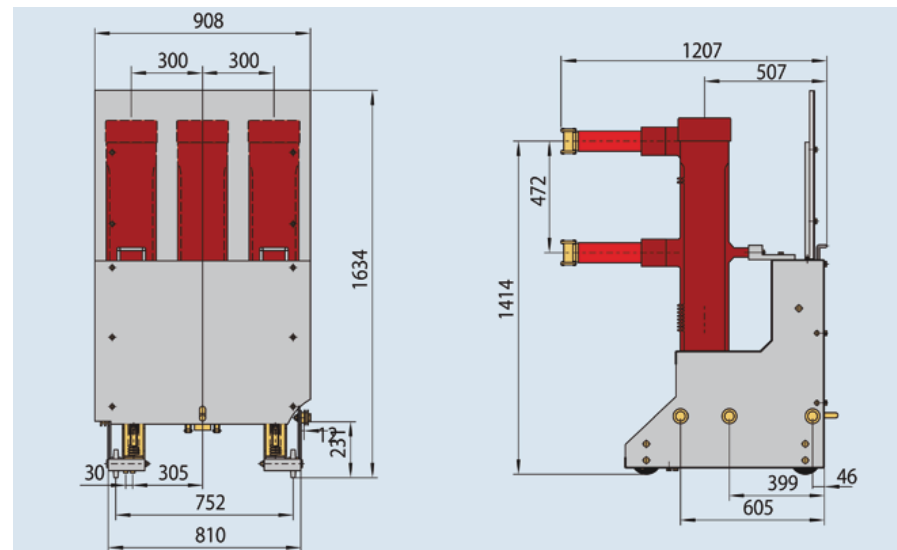

Рис. 6.4 Расположение дугогасительной камеры и привода
6.4 Расположение дугогасительной камеры и привода (см. рис. 6.4)